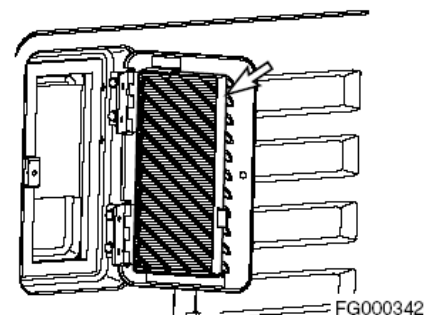

Рис. 81
3. Снять фильтр (рис. 81) и заменить его на новый.